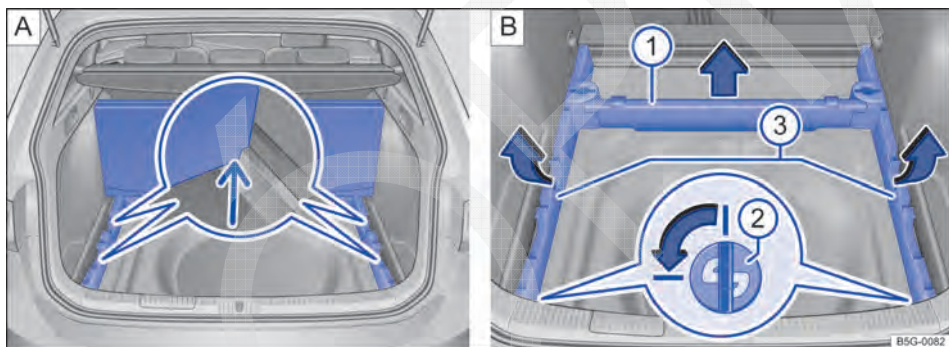

Fig. 190 No compartimento de bagagem: **A** assoalho do compartimento de bagagem levantado, **B** remover os suportes do assoalho do compartimento de bagagem.
- Travar os cantos externos do segmento traseiro do assoalho do compartimento de bagagem nos ressalto do suporte → Fig. 190 A (lupa, seta).
- Retirar o suporte dianteiro do assoalho do compartimento de bagagem → Fig. 190 B ① no sentido do seta para cima e guardar fora do compartimento de bagagem.
- Para destravar, girar ambos os suportes de encaixe → Fig. 190 B ② (lupa) em um quarto de giro (90°) no sentido da seta e retirar para cima.
- Levantar ambos os suportes laterais do assoalho do compartimento de bagagem → Fig. 190 B ③ na área traseira no sentido da seta e retirar para trás dos alojamentos dianteiros.
- Guardar com segurando os suportes do assoalho do compartimento de bagagem removidos → Fig. 190 B ①, ③ e os suportes de encaixe → Fig. 190 B ②.